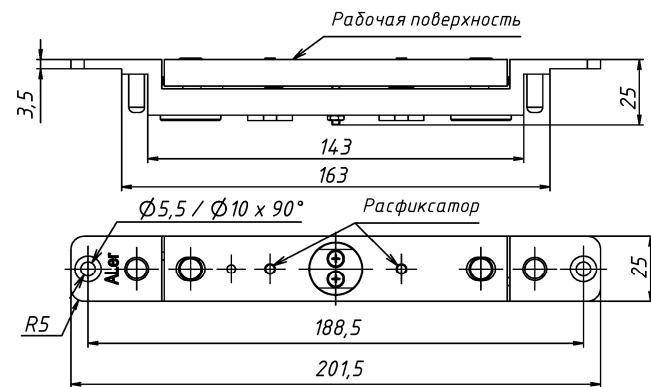

Рисунок 6 - Якорная часть замка AL-400SM
10.5 При длительной эксплуатации изделия (более пяти лет) рекомендуется проводить проверку надежности разблокировки замка. Разблокировка замка обеспечивается срабатыванием расфиксаторов, расположенных в якоре (рисунок 6). При нажатии на толкатель расфиксатора он должен утапливаться в тело якоря и свободно возвращаться в исходное состояние.